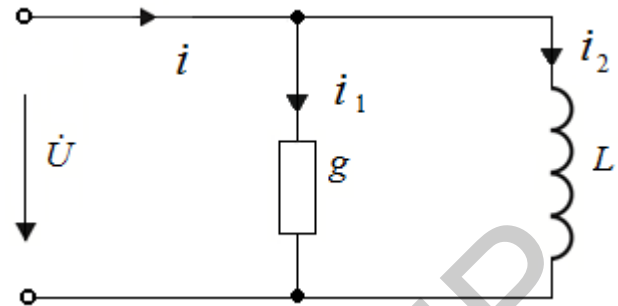

Рис. 181
3. Проводимости ветвей в схеме (рис. 181) $g = 0,01$ См и $b = 0,02$ См. Действующее значение тока на входе цепи $\dot{I} = 1$ А. Определить комплексные значения входной проводимости $Y_{вх}$ и входного сопротивления $Z_{вх}$, а также